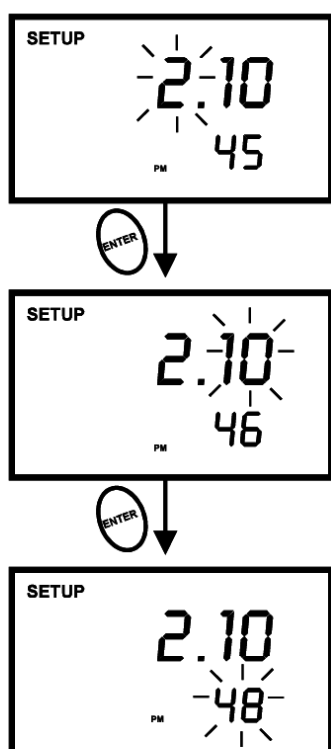

图 36 - P5.0: 设置时间
11. 按 **ENTER** 键确认正确的日期，随后进入“小时”的选择。“小时”的字样会闪现。参见下一页的图 36。